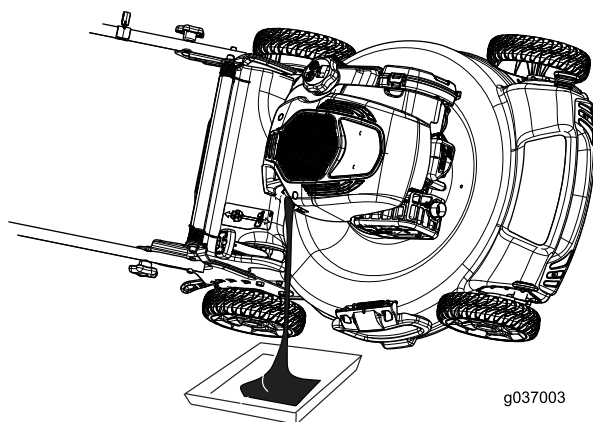

Figure 35
4. Inclinez la machine sur le côté (filtre à air en haut) pour vidanger l'huile usagée par le tube de remplissage (Figure 35).